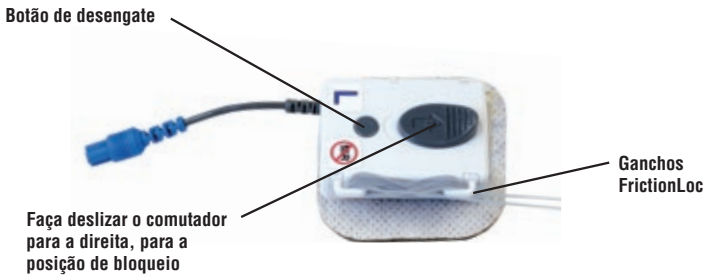

Figura 17 - Conector FrictionLoc
- Desloque o comutador de CADEADO para a direita, conforme se mostra na Figura 17, até este encaixar com um clique.